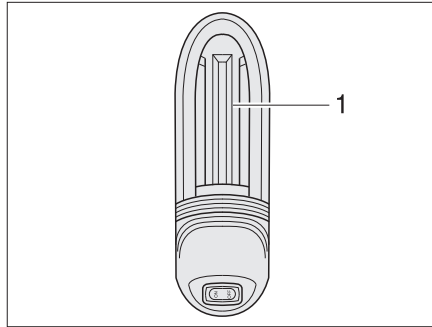

Fig. 365 Lampada del garage
- Spingere leggermente verso l'alto la copertura della lampada (Fig. 365,1) ed estrarla.